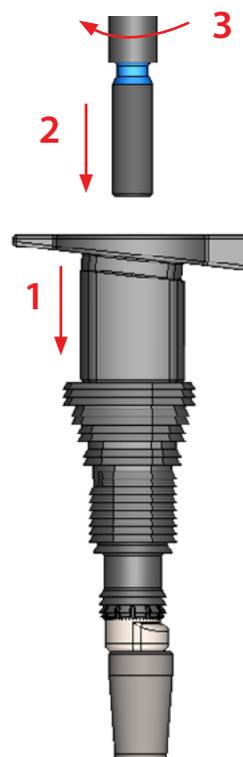

Fig. 30
A continuación, coloque la guía de raspa femoral sobre la raspa (1) y fije el montaje utilizando el impactador (roscas largas) (2+3) (Fig. 30).